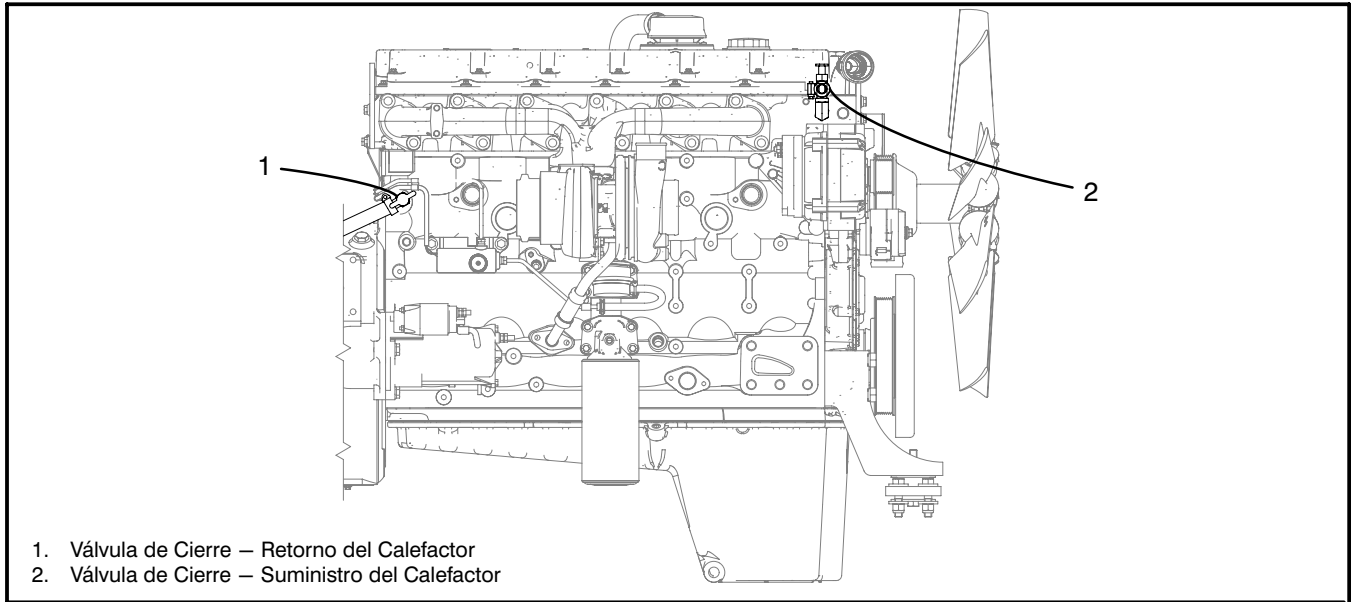

Figura 1–45
Este calefactor de cabina utiliza refrigerante del motor circulando a través de la unidad para proporcionar calor. Normalmente, el líquido refrigerante del motor circula a través del calefactor en la cabina, independientemente de si el interruptor del calefactor está encendido o no. Durante condiciones de clima cálido, el operador podría cortar el flujo de refrigerante caliente del motor para el calefactor, para reducir la temperatura en la cabina. Las válvulas de cierre están en el motor para realizar esta función. Refiérase a la Figura 1–45.
1. Con el motor en marcha, presione el interruptor del calefactor o si la grúa está equipada con aire acondicionado, presione la parte superior del selector de encendido del calefactor/aire acondicionado para encender el calefactor. Refiérase a la Figura 1–41.